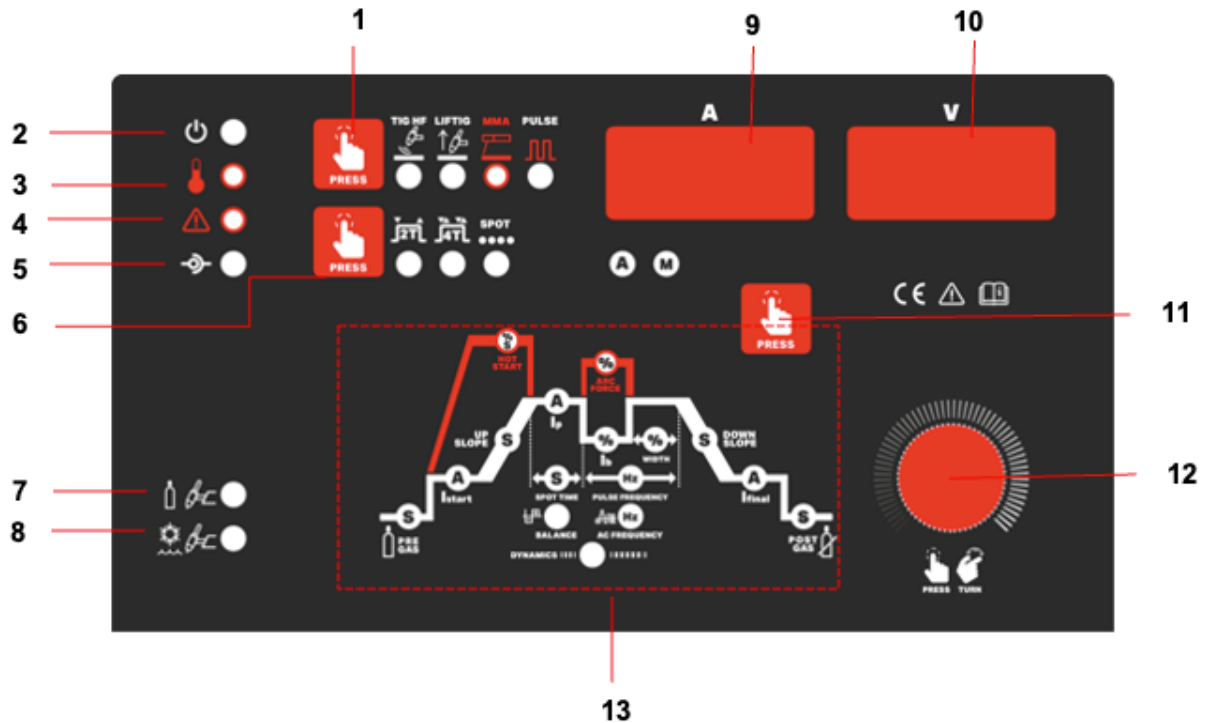

Fig. 1
- Ajustar el valor de la corriente al diámetro del electrodo (Fig.1 - 2), según la siguiente tabla, para ajustar las máquinas según el electrodo a utilizar e iniciar la soldadura.